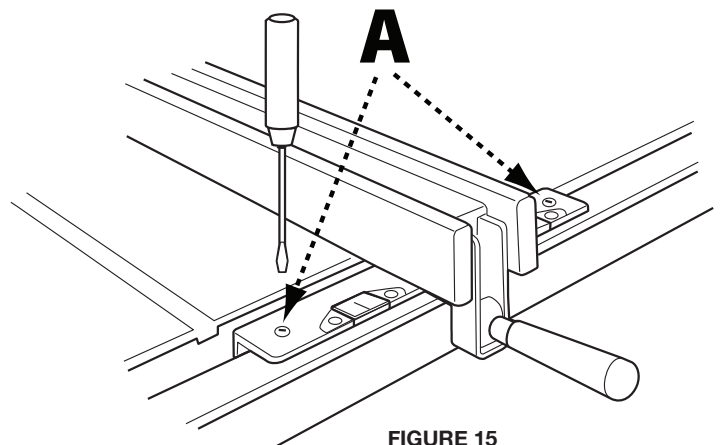

FIGURE 15
1. Pour régler, localiser d'abord les deux vis de réglage en nylon (A) (Figure 15) situées au sommet du guide.